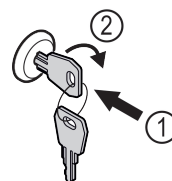

Fig. 132
- ▶ Uvucite ključ Fig. 132 (1).
- ▶ Okrenite ključ za 90° nadesno Fig. 132 (2).